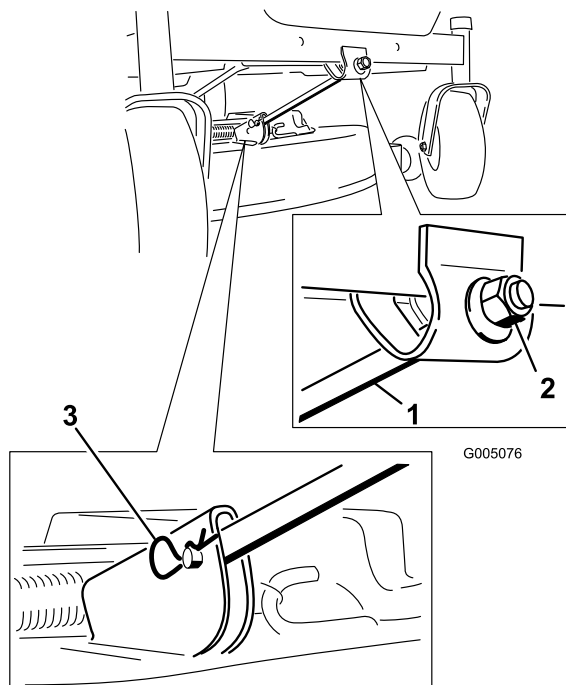

Figure 45
4. Enlevez la goupille fendue et les axes de chapes de la tige de support avant (Figure 45). Abaissez doucement l'avant du plateau de coupe au sol.
- Fixez la tige de support avant au plateau de coupe à l'aide de l'axe de chape et de la goupille fendue (Figure 45).